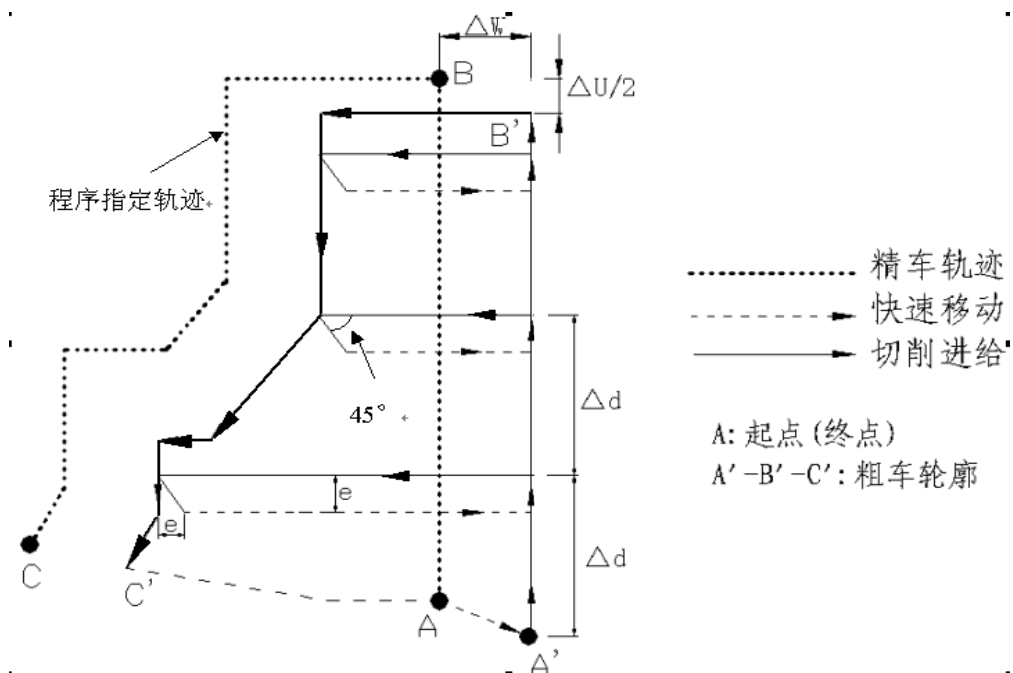

图 3.36 G71 代码循环轨迹
1) 指令执行过程: 图 3.36
- ① 从起点 A 点快速移动到 A' 点, X 轴移动 Δu 、Z 轴移动 Δw ;
- ② 从 A' 点 X 轴移动 Δd (进刀), ns 程序段是 G0 时按快速移动速度进刀, ns 程序段是 G1 时按 G71 的切削进给速度 F 进刀, 进刀方向与 A 点→B 点的方向一致;
- ③ Z 轴切削进给到粗车轮廓, 进给方向与 B 点→C 点 Z 轴坐标变化一致;
- ④ X 轴、Z 轴按切削进给速度退刀 $e(45^\circ \text{ 直线})$, 退刀方向与各轴进刀方向相反;
- ⑤ Z 轴以快速移动速度退回到与 A' 点 Z 轴绝对坐标相同的位置;
- ⑥ 如果 X 轴再次进刀($\Delta d+e$)后, 移动的终点仍在 A' 点→B' 点的联机中间(未达到或超出 B' 点), X 轴再次进刀($\Delta d+e$), 然后执行③; 如果 X 轴再次进刀($\Delta d+e$)后, 移动的终点到达 B' 点或超出了 A' 点→B' 点的联机, X 轴进刀至 B' 点, 然后执行⑦;
- ⑦ 沿粗车轮廓从 B' 点切削进给至 C' 点;
- ⑧ 从 C' 点快速移动到 A 点, G71 循环执行结束, 程序跳转到 nf 程序段的下一个程序段执行。